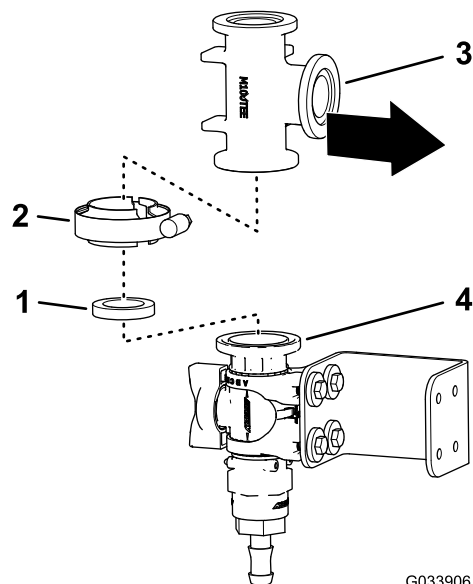
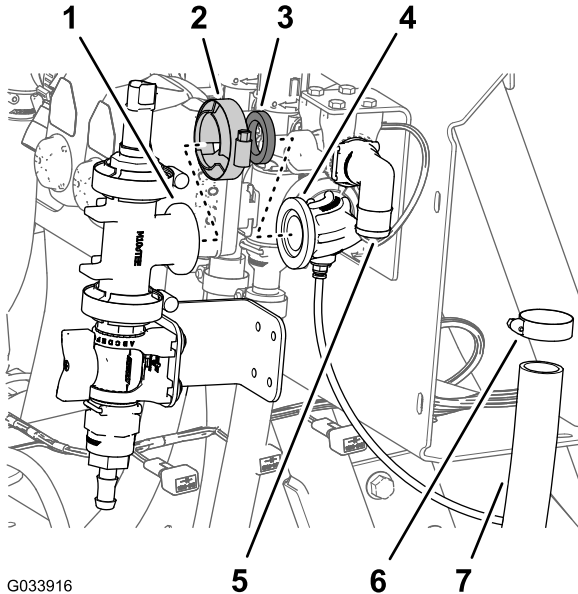
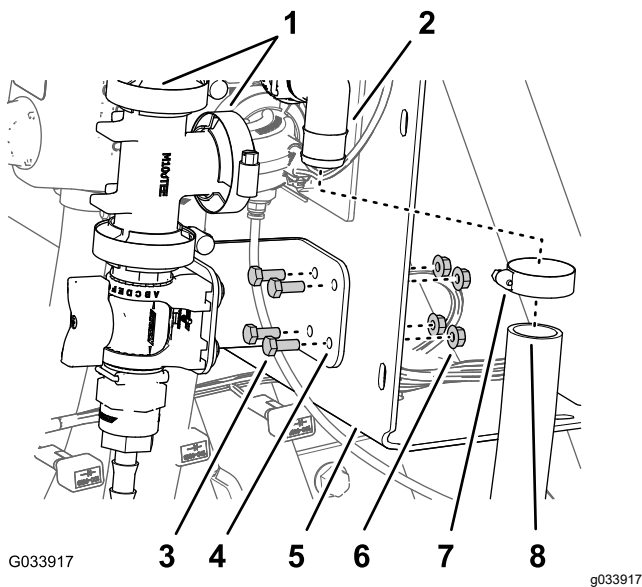

Figura 29
Figura 31
Figura 34
- Alinee la brida del acoplamiento en T con la brida de la válvula de control, según se muestra en **Figura 29**.
- Sujete provisionalmente el acoplamiento en T a la válvula de control con una junta y una brida de fijación (**Figura 29**).
1. Alinee la brida del acoplamiento de T con la brida del acoplamiento de 90° **Figura 31** con conector para el tubo del sensor ().
2. Ensamble provisionalmente el acoplamiento en T y el acoplamiento de 90° con una junta y una brida de fijación (**Figura 31**)
4. Retire la abrazadera, la junta y el acoplamiento en T con brida, del codo de 90° **Figura 31** con conector para el tubo del sensor ().
1. Alinee la brida del acoplamiento en T con la brida del acoplamiento de 90° con un conector para el tubo del sensor (Figura 34).
2. Ensamble provisionalmente el acoplamiento de T y el acoplamiento de 90° con una junta y una brida de fijación (Figura 34).
4. Apriete a mano la brida de fijación que sujeta la válvula de control y el acoplamiento en T (Figura 29) y la brida de fijación que sujeta el acoplamiento en T al codo de 90° con conector para el tubo del sensor (Figura 31 y Figura 34).